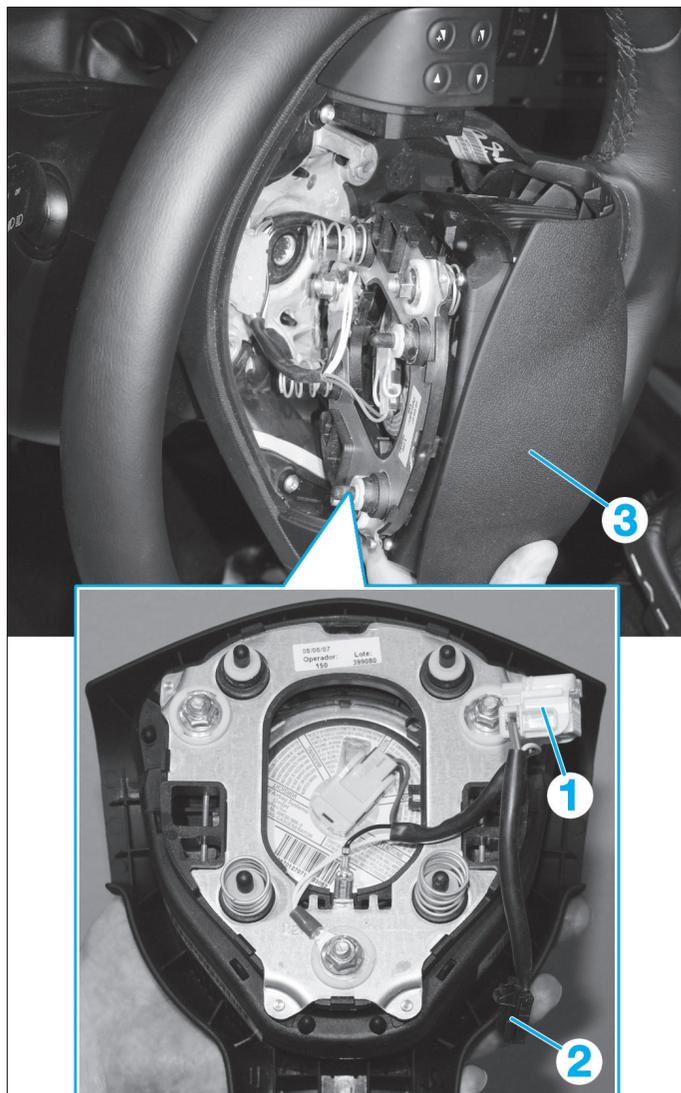

Fig. 4
- Débrancher les connecteurs (1) et (2) puis retirer l'airbag (3) (Fig.4).